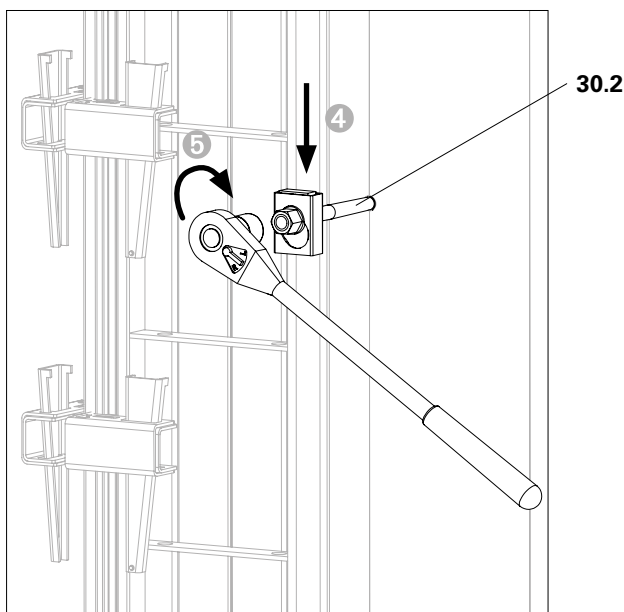

Fig. B3.07
4. Spingere la guida di bloccaggio verso il basso (Fig. B3.07).
5. Serrare il tirante UNO Plus (30.2) con la chiave a cricchetto SW 30. (Fig. B3.07)